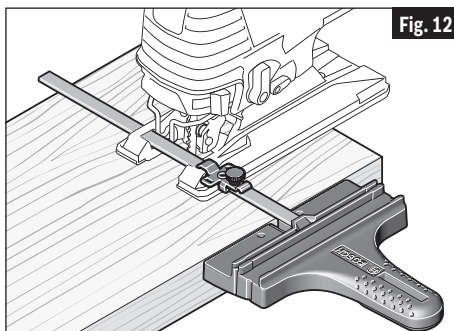

Fig. 12
1. La superficie del tope-guía de la guía se debe posicionar A LO LARGO de la pieza de trabajo (Fig. 12).
el gatillo y empuje lentamente la sierra hacia delante. (Fig. 12)